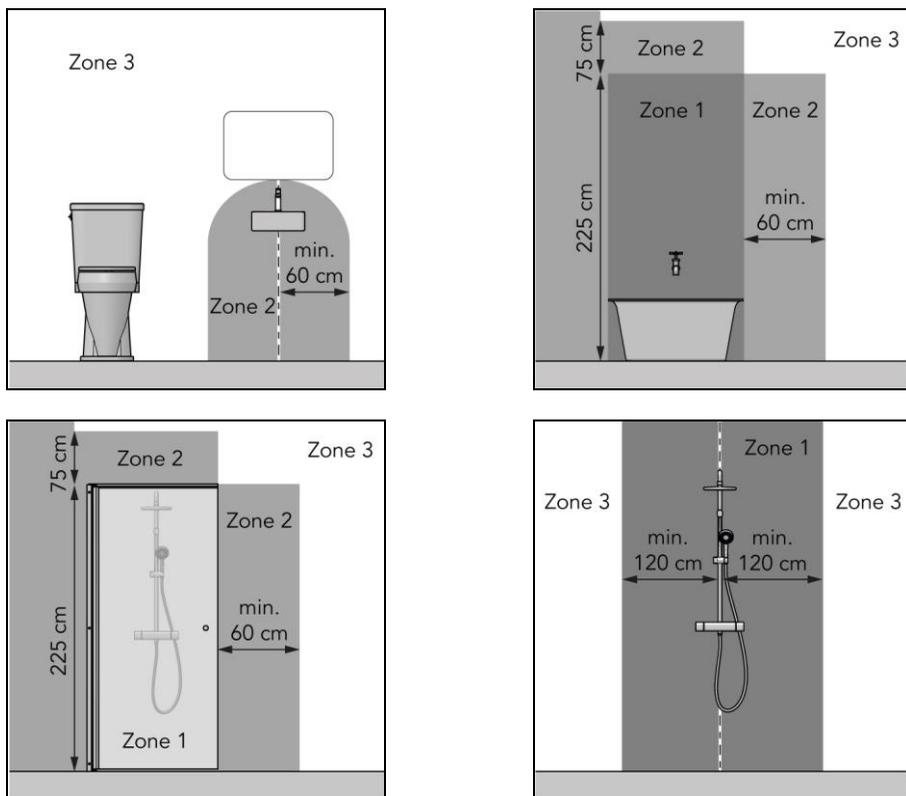

Figure 1
- dans la zone 3 d'un cabinet de toilette ou d'une salle de bain avec une baignoire, une douche avec écran et une douche sans écran (figure 1) ;